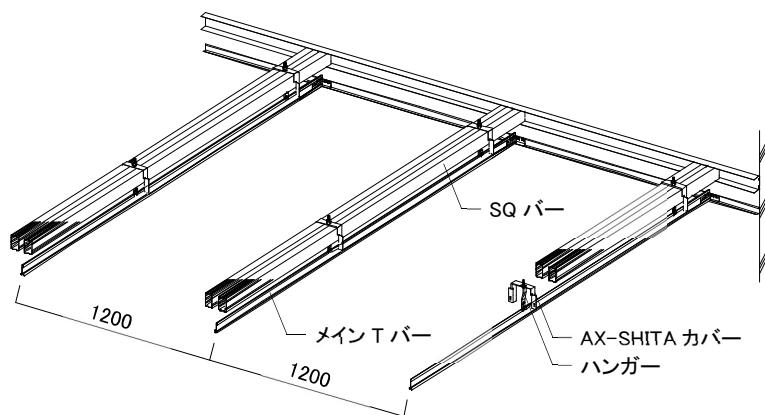

図2-6-1 メインTバーの設置
- ① メインTバーはSQバーと平行に1200mmピッチで設置する。(図 2-6-1 参照)